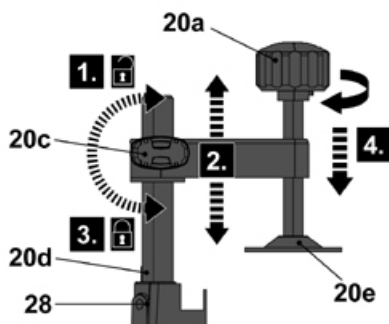

Fig. 8
- > Solte o botão de bloqueio (20c) (Fig. 8, passo 1) no pilar de ajuste de altura (20d) e ajuste o suporte (20b) à altura desejada (passo 2). Aperte o botão de bloqueio para prender o suporte (passo 3).